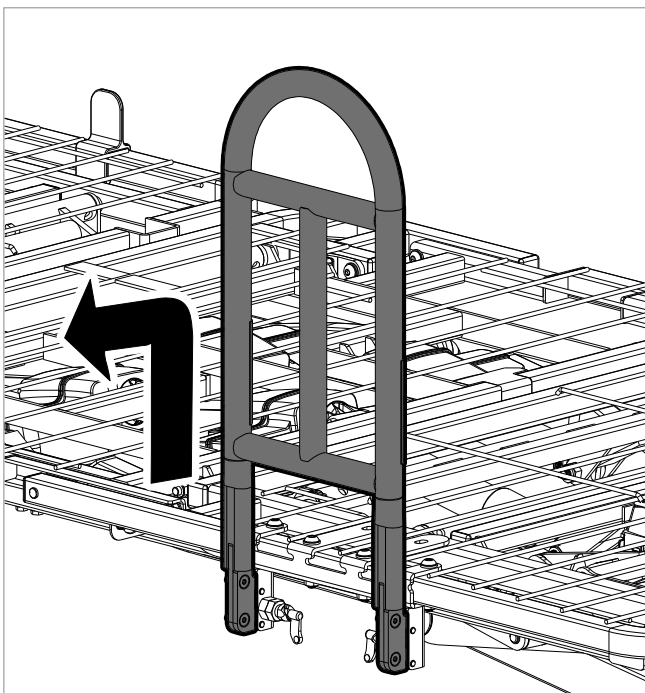

Figure 7.6
6. Soulevez la barre d'assistance du levier vers le haut jusqu'à ce que les griffes de montage soient désengagées, puis retirez-la comme illustré à la figure 7.6.